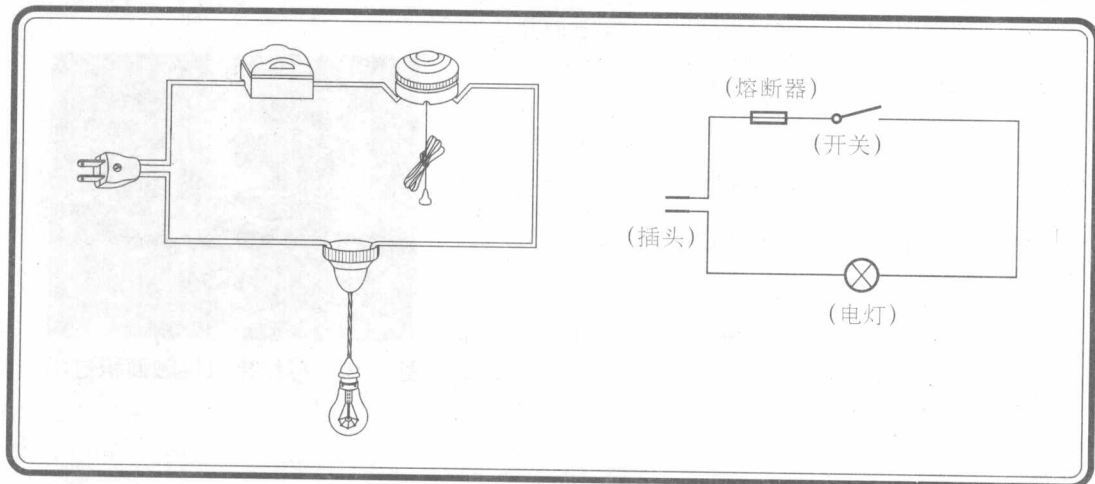

图 1.16 白炽灯电路
(1) 观察家庭照明电路的基本结构，注意有哪些主要元件，它们之间是怎样连接在一起的？
(2) 观察学校教室照明电路的基本组成和布线方法。
(3) 如果让你去安装一住户的照明电路，你将怎样去设计？
(4) 认识白炽灯电路。白炽灯电路是由灯座、灯泡、开关、熔断器和电线等组成。图1.16中左图是白炽灯电路的实物连接图，右图是其电路图。可以看出，实物图具体直观，容易理解，但画起来十分麻烦，而且元器件内部的接线